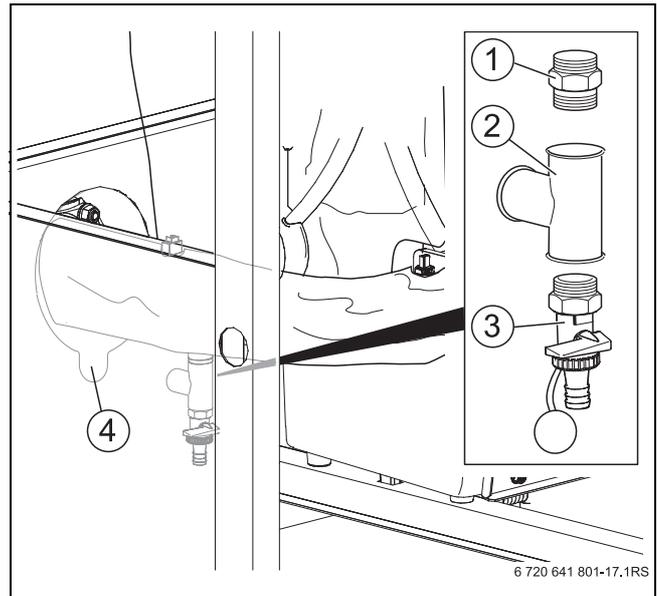

Рис. 17 Подключение расширительного бака
Для защиты котла на трубе обратной линии устанавливается расширительный бак (дополнительное оборудование) согласно EN 12828. Для этого на обратной линии нужно смонтировать тройник и двойной ниппель (→ рис. 17, [2] и [1], стр. 18).
- ▶ Демонтируйте сливной кран на обратной линии. (→ рис. 17, [3], стр. 18).